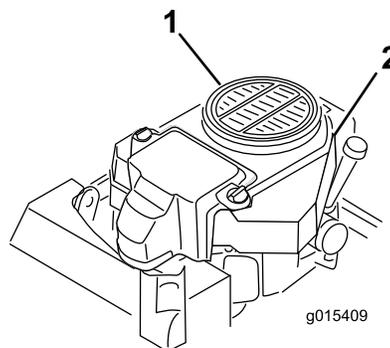

Figura 61
3. Remova o painel de admissão de ar e a caixa da ventoinha (Figura 61).
5. Monte o painel de admissão de ar, o arrancador de retrocesso e a caixa da ventoinha (Figura 61).